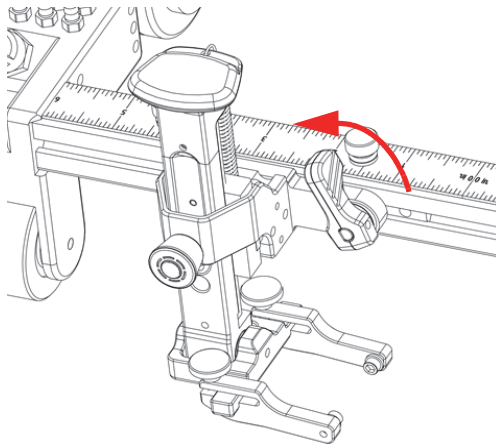

Figura 2-14 Alavanca de posição destravada
1. Gire a alavanca de posição no sentido anti-horário para destravar o suporte da sonda (Figura 2-14 na página 46).